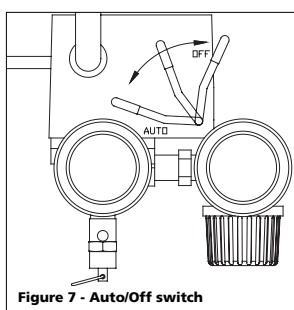

Figure 7 - Auto/Off switch
- **Manostat** - Interrupteur Auto/Off (Figure 7) – Dans la position **AUTO**, le compresseur se coupe automatiquement quand la pression du réservoir arrive à la pression maximale réglée d'avance. Dans la position **OFF**, le compresseur ne fonctionnera pas. Cet interrupteur devrait être dans la position **OFF** pendant le branchement ou le débranchement du cordon d'alimentation de la prise de courant ou pendant le changement d'outils pneumatiques.